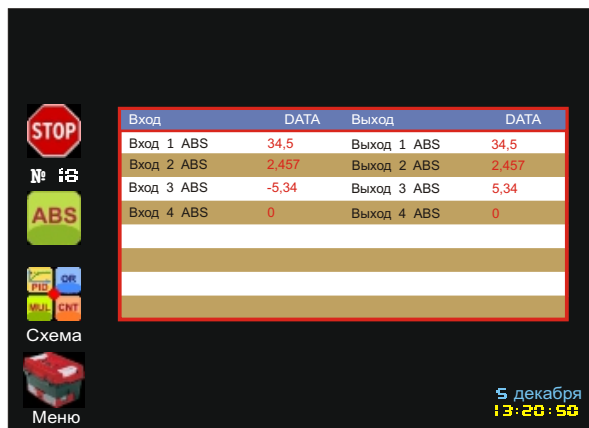

Рис. 57. Меню "Процесс" (Блок "Модуль")
9.2.17 В меню **Процесс** блок Модуль представлен в виде таблицы, в которой находится информация о состоянии 4-х входов и 4-х выходов блока в данный момент времени (Рис. 57).